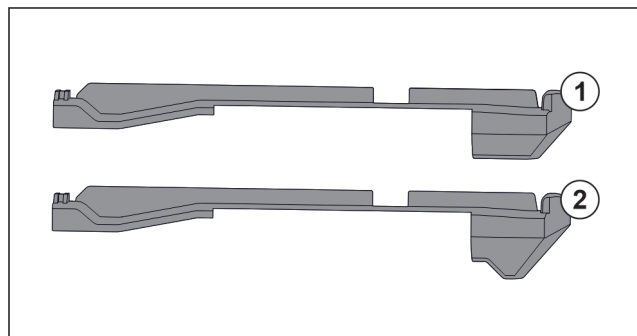

Fig. 195 Confronto degli elementi inseribili
Nell'apparecchiatura si trovano due diversi elementi inseribili. L'elemento inseribile sopra il cassetto più in basso Fig. 195 (2) presenta un bordo triangolare. Tutti gli altri elementi inseribili Fig. 195 (1) dispongono di un bordo dritto.
- ▶ Applicare l'elemento inseribile Fig. 195 (2) con il bordo triangolare sopra il cassetto più in basso.
- ▶ Applicare l'elemento inseribile Fig. 195 (1) con il bordo dritto su tutti gli altri punti.